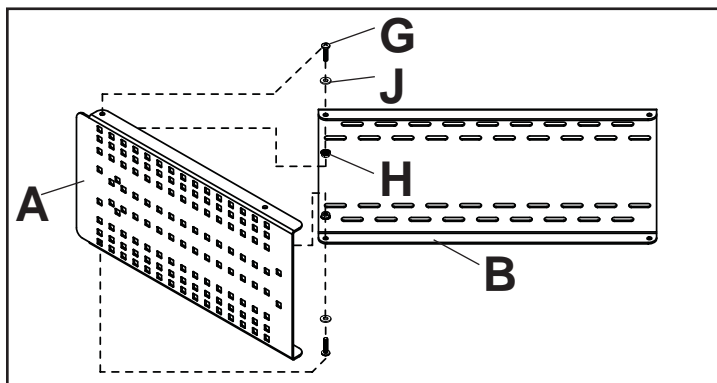
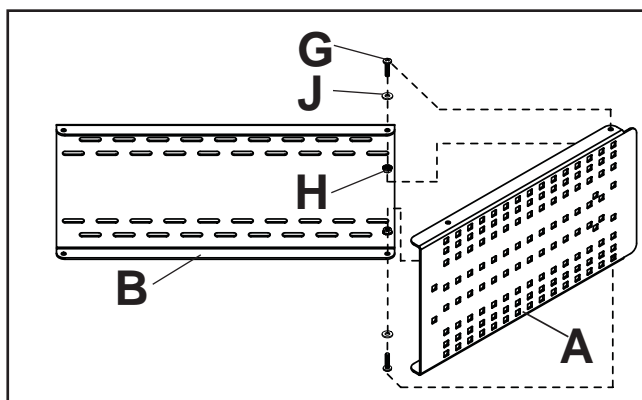

fig. 2.1
fig. 2.3
- 2 Fixez la plaque d'interconnexion (A) à la plaque murale (B) à l'aide d'une vis Phillips à tête ronde 1/4-20 x 1 po (G), d'une rondelle plate 1/4 po (J) et d'un écrou de blocage à embase crantée 1/4-20 (H) comme illustré à la fig 2.1 ou 2.2 pour les coins intérieurs ou aux fig 2.3 et 2.4 pour les coins extérieurs. Répétez l'opération pour la plaque d'interconnexion du mur opposé.
**REMARQUE** : Assurez-vous que la bride supérieure de la plaque d'interconnexion (A) repose sur la bride supérieure de la plaque murale (B).